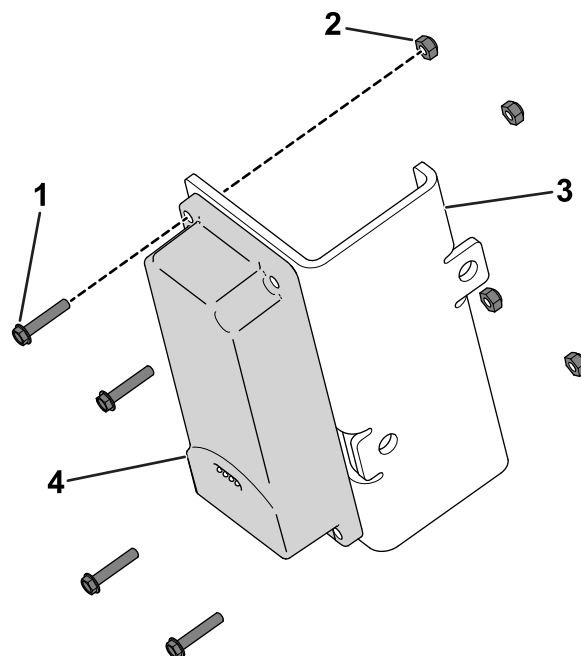

**Figure 9**
4. Fixez le contrepoids électriques au contrepoids existant à l'aide de 2 vis, comme montré à la Figure 9.